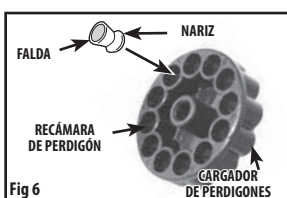

Fig 6
- Coloque un perdigón de calibre .177, empezando por la nariz, en cada recámara del cargador de perdigones (Fig. 6). Para evitar atascos o que se deformen los perdigones, cerciórese de que la falda de cada perdigón esté a ras o levemente debajo del reborde de la recámara de perdigón.